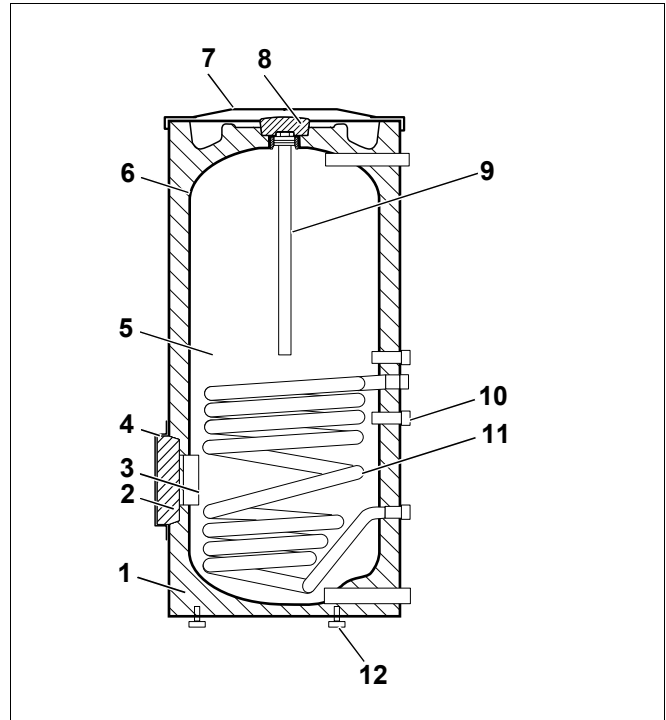

Рис. 1 Баки-водонагреватель (здесь: SU300/1)
- Бак (рис. 1, **поз. 5**) с защитой от коррозии
Катодная защита от коррозии состоит из гигиенической термоглазури DUOCLEAN MKT (рис. 1, **поз. 6**) фирмы Будерус и магниевого анода (рис. 1, **поз. 9**).
- Теплоизоляция (рис. 1, **поз. 1**)
Теплоизоляция из не содержащего вредных веществ полиуретанового пенопласта нанесена непосредственно на бак. Два теплоизоляционных элемента (рис. 1, **поз. 2** и **поз. 8**) из пенопласта снижают теплопотери через люк для чистки и магниевый анод.
- Гладкотрубный теплообменник (рис. 1, **поз. 11**)
- Гильза для установки температурного датчика (рис. 1, **поз. 10**)
- Люк для чистки (рис. 1, **поз. 3**)
- Крышка бака (рис. 1, **поз. 7**)